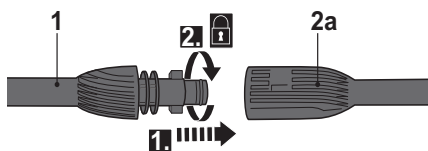

Fig. 5
> Aliniați nervurile de pe lancea cu presiune (1) cu canelurile racordului lăncii (2a) și introduceți-o (Fig. 5, pasul 1).
> Instalați bine lancea cu presiune (1) rotind-o în sensul acelor de ceas și blocând-o în această poziție (Fig. 5, pasul 2).